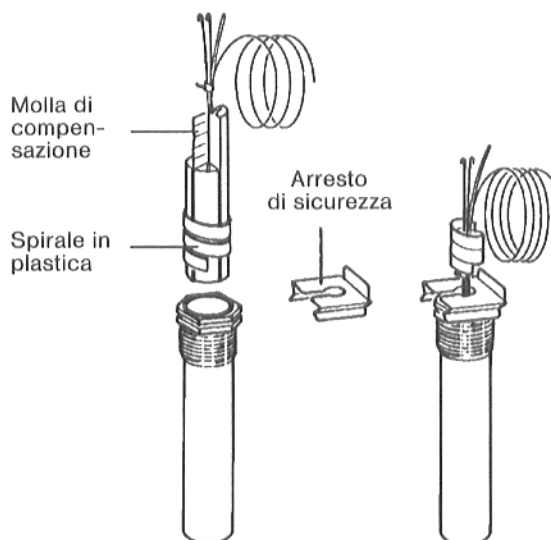

Fig. 10
La spirale in plastica, che tiene unite le sonde, viene automaticamente respinta all'inserimento delle stesse (Fig. 10).
La molla di compensazione deve essere coinserita nella guaina (pozzetto) (Fig. 10).
10. Premere l'arresto di sicurezza (impaccata con quadro comando) da sopra o lateralmente sulla tetsa della guaina (Fig. 10).